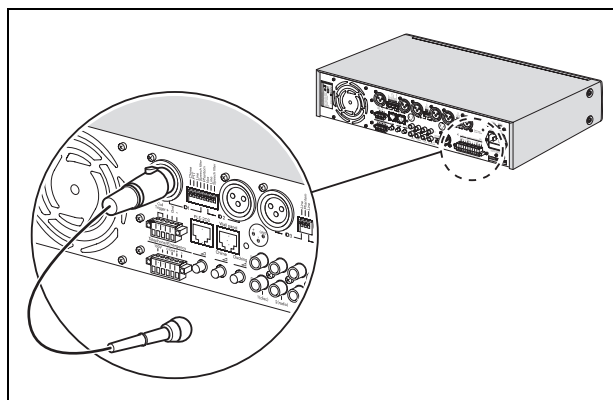

figura 4.2: Apenas conector XLR
- Apenas conector XLR. Consulte o figura 4.2.